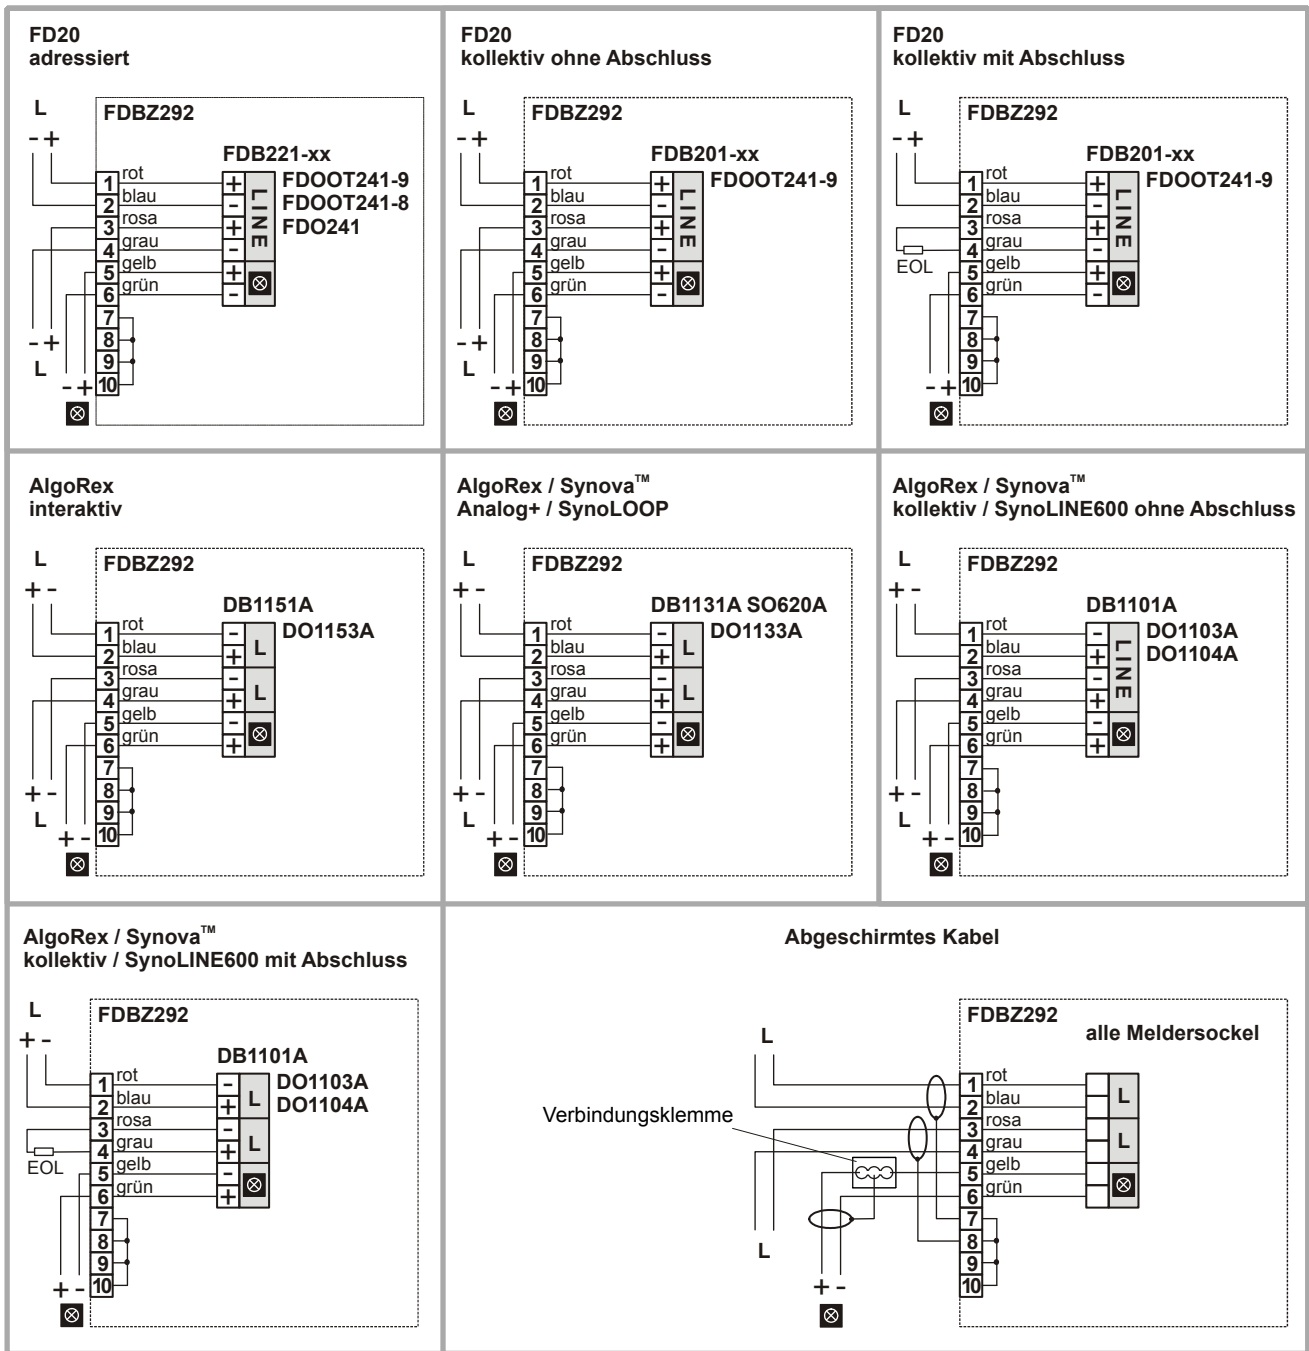

Fig. 11
2. Montieren Sie den Meldersockel in das Gehäuse. Schliessen Sie den Meldersockel gemäss Anschlussschema an (Fig. 11).
10. Schliessen Sie das Luftproben-Rauchmelder-Set an der Melderlinie an. Beachten Sie dabei die unterschiedlichen Anschlussschemas in Fig. 11 für die unterschiedlichen Melderlinien.
11. Schliessen Sie die Schirme von abgeschirmten Kabeln gemäss Anschlussschema an (Fig. 11).